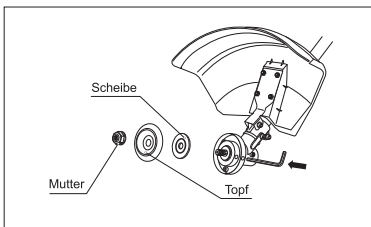

fig. 5
1. Richten Sie die Bohrungen im Getriebetopf mit der Flanschscheibe aus. Stecken Sie die mitgelieferte Metall-Stopfenstange oder den Sechskantschlüssel in die Löcher im Getriebetopf und der Flanschscheibe. Drehen Sie die Mutter im Uhrzeigersinn, um sie und die Tasse und Scheibe von der Getriebespindel zu entfernen (Abb. 5).